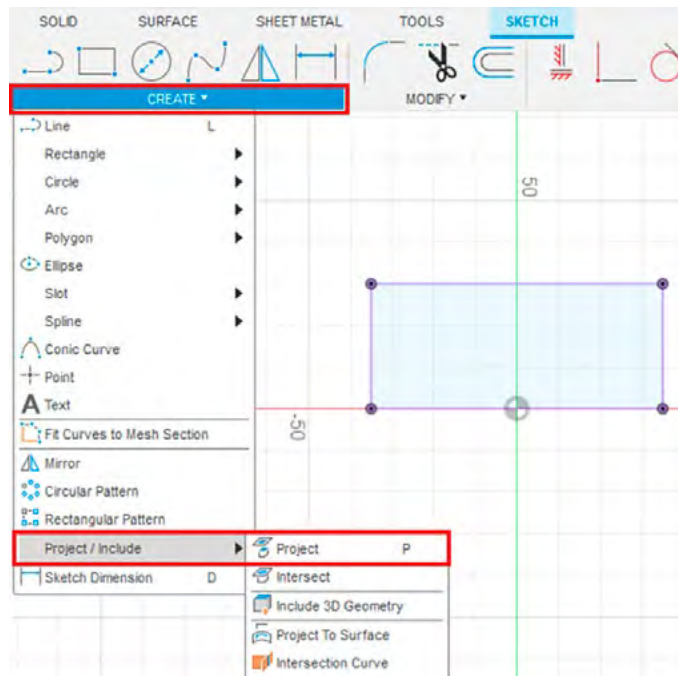

Рис. 14. Проецирование тела на эскиз
7.1. Спроецируйте тело корпуса на новый эскиз. Во вкладке CREATE выберите операцию PROJECT/INCLUDE. Далее укажите на тело корпуса и нажмите ОК. На эскизе (рис. 14) должны появиться спроецированные линии (сиреневого цвета).